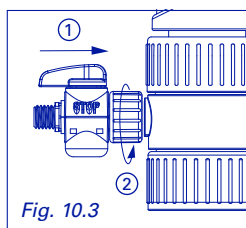

Fig. 10.3
- ② Sperrhahn montieren (Abb. 10.3)